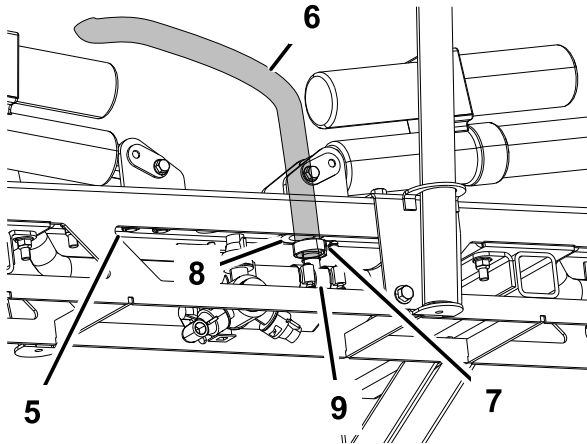

Bild 29
3. Schmieren Sie die Schlauchzahnung der T-Anschlüsse an beiden Verlängerungen des Spritzgestänges mit Flüssigseife ein (Bild 29). Montieren Sie den Schlauch der